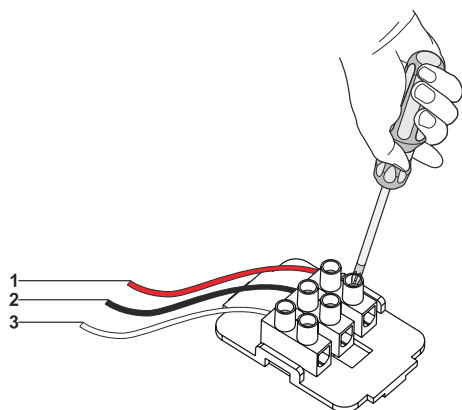

Fig. 18
1. ➤ **NC / COM**: Når disse 2 forbindelser bruges og emhætten slukkes vil emhætten give det forbundene apparat konstant signal. (Fig. 18).
2. ➤ **NO / COM**: Når disse 2 forbindelser bruges og emhætten tændes vil emhætten give det forbundene apparat konstant signal. (Fig. 18).